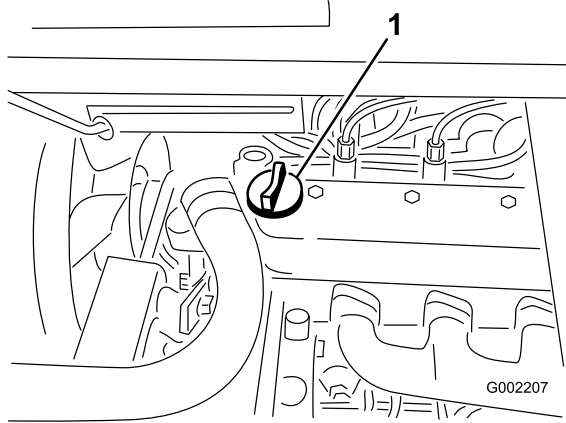

Bild 40
3. Wenn der Ölstand niedrig ist, nehmen Sie den Deckel des Einfüllstutzens von der Ventilabdeckung ab (Bild 40) und füllen Sie Öl auf, bis der Ölstand die Vollmarke am Peilstab erreicht. Angaben zur richtigen Ölsorte und zur Viskosität finden Sie unter